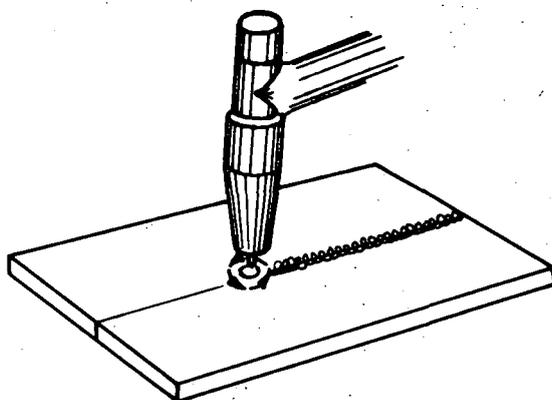

Fig. 3
- c Avance lentamente fundindo ambos os lados, com movimentos circulares (fig. 3).